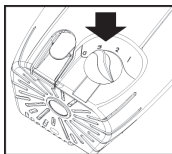

Figura 12
- Este ventilador possui um seletor com 03 velocidades. Para acionar o ventilador, gire o seletor iniciando da velocidade maior até o menor sentido horário (figura 12).